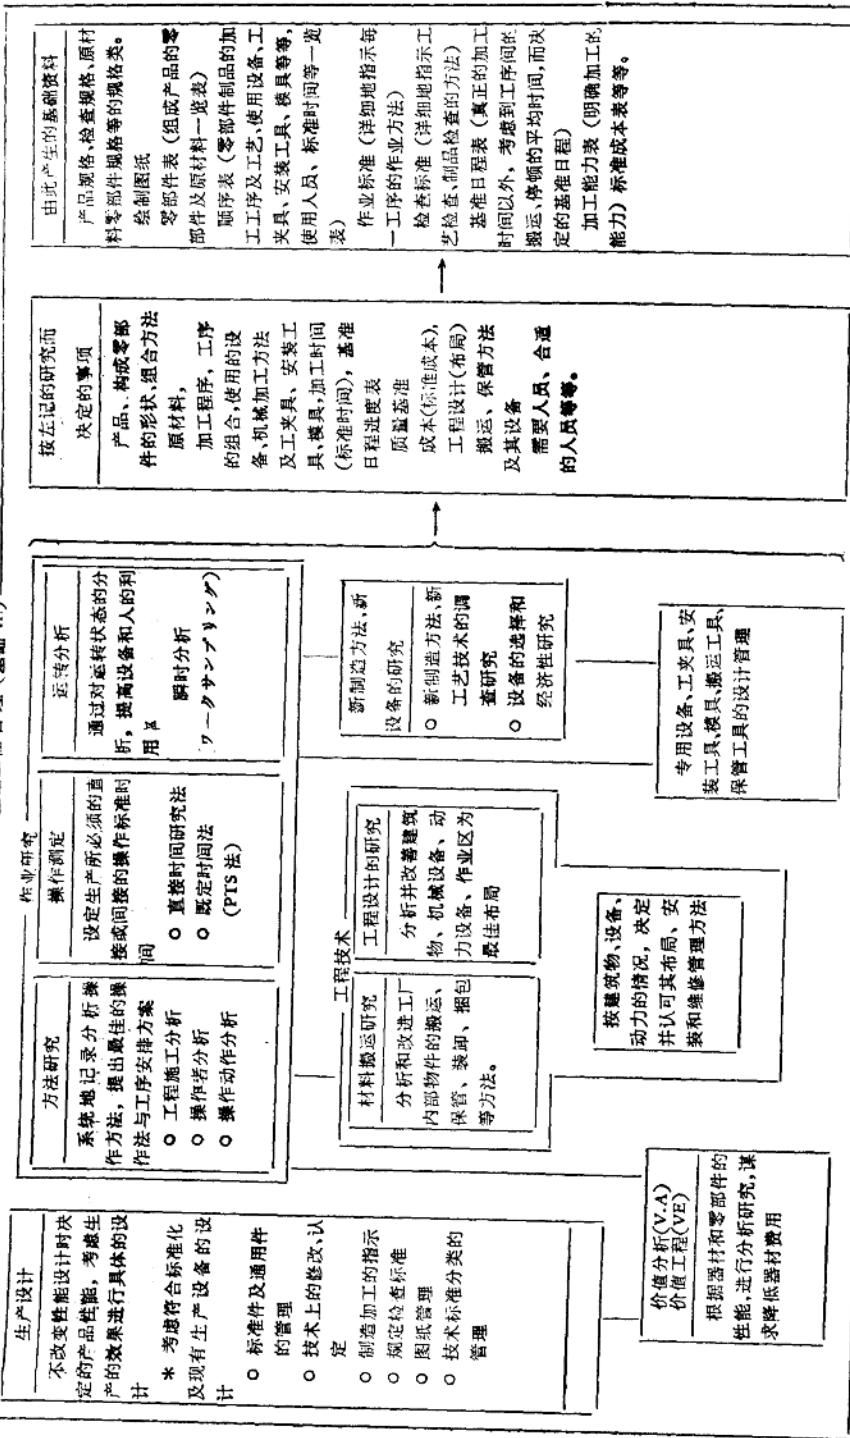

图 3 基础工程管理的体系
(4) VA、VE 价值分析或价值工程,这也是降低成本的主要方法。
(5) 基础工程是“IE”的研究课题。首先是确定制品的形状、组合方法和原材料。详见上图3。如果成本高,说明还存在一些问题待解决。如质量、加工问题与工厂管理都有联系。只有把“IE”、“QC”有机地联系起来,才能实现目标。日本丰田生产方式就是最好的管理方式。当然丰田也有个发展过程,50年代,丰田几乎要破产,很多员工被解雇,后来经过努力,才有今天的结果。
(6) 生产管理的基础资料。如“基础工程管理”表中所示,工厂没有基础资料,经营就搞不好。每个工厂都应有基础资料,要有制作的设计图纸,日本企业的品种很多,没有设计图纸就乱了,图纸管理必须整齐清楚。另外,不论是检查制品规格还是其它工作,设计图纸乱了都是不行的。零部件表的管理也很重要,当然,若只生产一个品种,时间长了,脑子里就有印象了,但多种品种必须有设计图纸。丰田一个轿车用的部件达2万件,光是管理零部件就要用电子计算机来管理,还要有工艺流程表。工艺规程(日本叫作业标准)也很重要,其重要性甚至可放在质量标准之上。日本也有的企业,有工艺规程,但做不到。如果工艺规程光挂在牌子上而不实行就一点意义也没有。